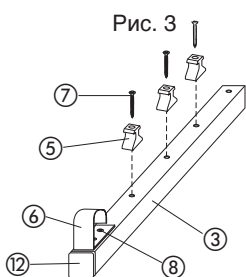

Рис. 3
- c) При помощи винтов ⑦ прикрутить три верхние защёлки ⑤ (Рис. 3).
- d) Действия до пунктов a), b), c) повторить для остальных четырёх дуг. Вы должны смонтировать ⑤ дуг способом, показанным на (Рис.3).
- Za pomocą wkrętów 3,5x35 ⑦ dokręcić trzy zatrzaski górne ⑤ (Rys. 3).
- Czynności z pkt. a), b), c) powtórzyć dla pozostałych czterech łą. Powinniśmy zamontować 5 szt. łą w sposób pokazany na (Rys. 3).